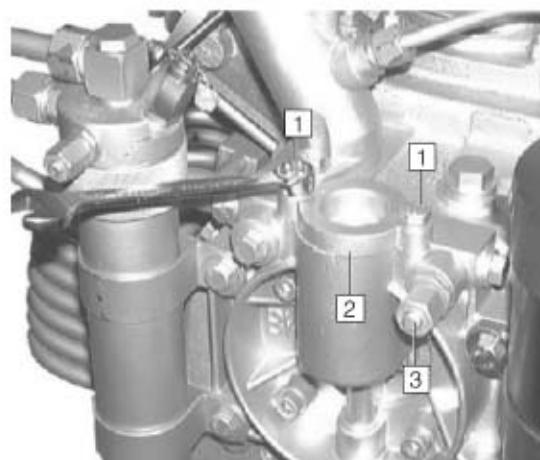

图 39 取下油盖
- 用13mm扳手旋下2颗螺丝（图39中1），取下盖子。
启动压缩机，将所有排水阀打开，使压缩机不能起压。旋开螺丝帽及塞子（3，图39）三圈，等待直到流出来的润滑油内没有气泡，把螺丝及塞子装回原位置并拧紧。